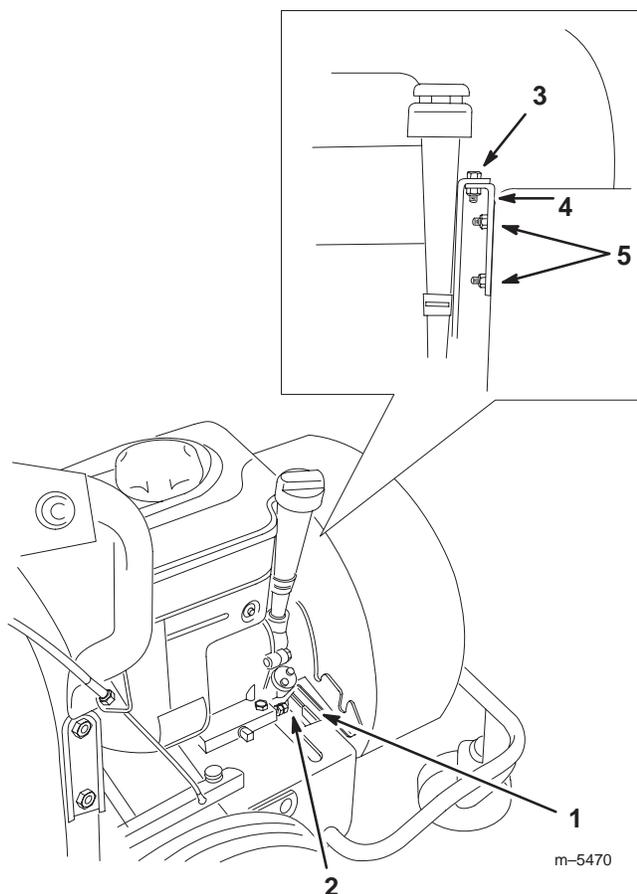

Figure 17
11. Réinstallez le carter de souffleuse en appuyant le support de fixation inférieur sur le bord avant de la base du moteur (Fig. 17).
12. Montez le support du moteur sur les goujons de fixation du carter avec 2 contre-écrous (Fig. 17).
13. Fixez le support au support du moteur avec le boulon retiré précédemment (Fig. 17).